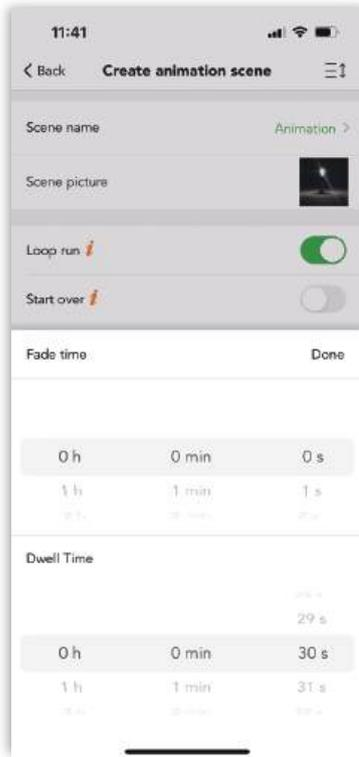

Abbildung R1.26
Schritt 2 Bestimmen Sie die Ausblendzeit und die Haltezeit (siehe Abbildung R1.26)